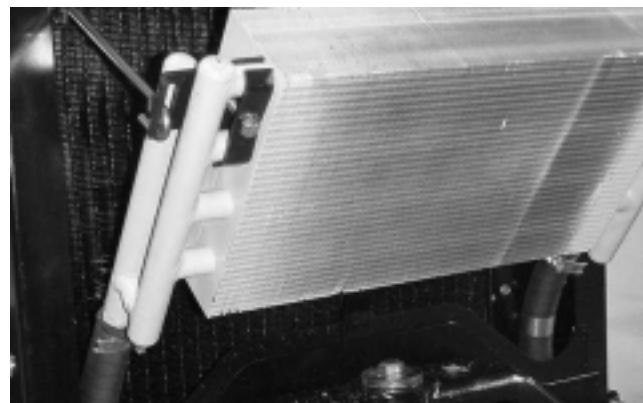

Bild 48
3. Entriegeln Sie den Ölfilter und schwenken ihn nach hinten (Bild 48). Reinigen Sie beide Seiten des Ölfilters und des Motorkühlers gründlich mit Wasser oder mit Druckluft. Schwenken Sie den Ölfilter in seine ursprüngliche Position zurück.